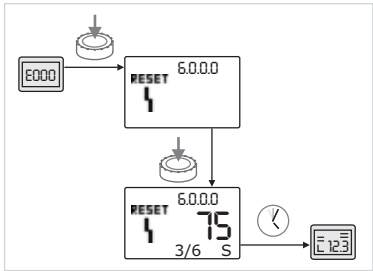

Fig. 59: Conferma del tipo di errore B (X < Y)
- Se l'attuale frequenza con cui è comparso l'errore è inferiore a quella massima (fig. 59):